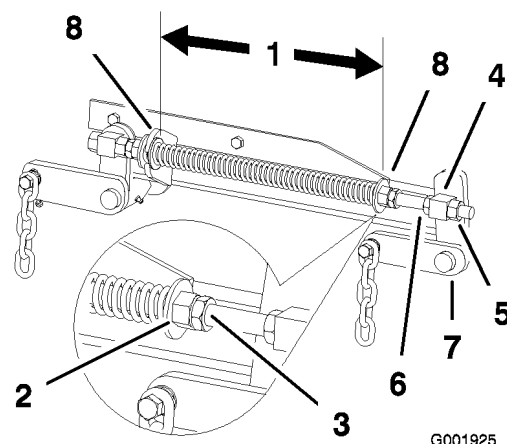

Figure 62
de 52 pouces, et de 26,7 cm pour les plateaux de coupe de 60 pouces (Figure 62).
3. Réglez cette distance en desserrant l'écrou de blocage du ressort et en tournant l'écrou devant chaque ressort (Figure 62).
4. Bloquez l'écrou en position en serrant l'écrou de blocage du ressort (Figure 62).